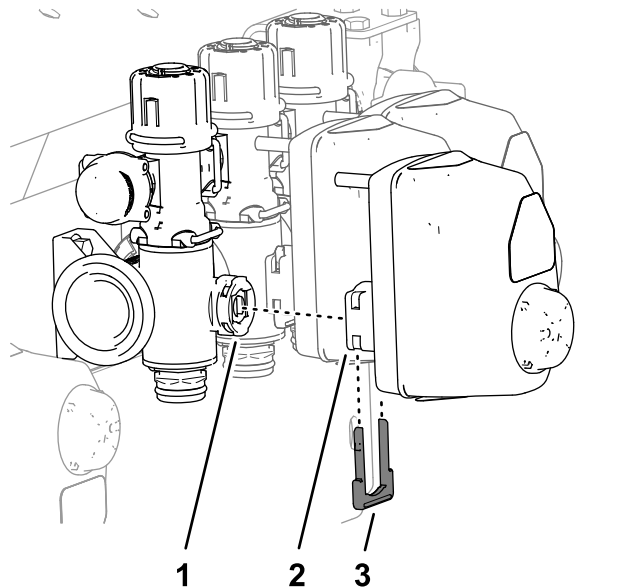

Figura 48
1. Retire la horquilla de retención que sujeta el actuador al distribuidor de la válvula de sección (Figura 48).
2. Retire el actuador de la válvula multivía (Figura 48).